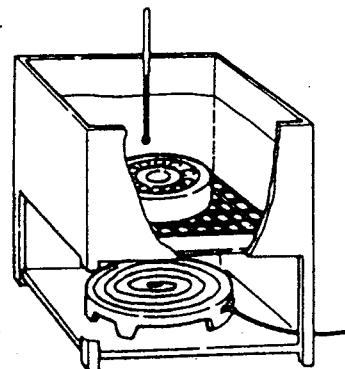
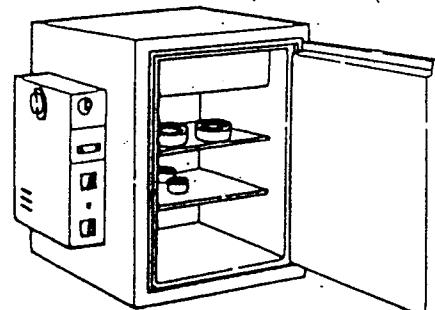

図15
図16
- 軸受の加熱方法としては一般に油中で加熱する(図15参照)。そのほかに加熱器に入れる方法(図16参照)などがある。